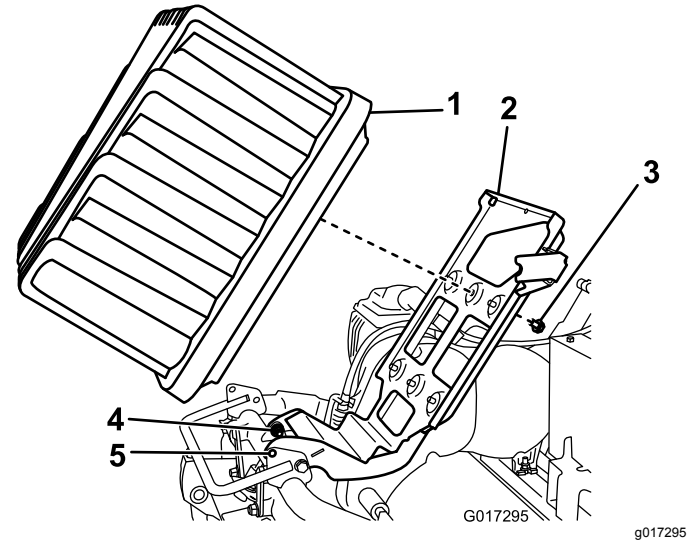

Рисунок 11
5. Ослабьте каждый из двух болтов/гаек оси поворота на пол-оборота (Рисунок 11).
6. Поднимите платформу аккумуляторной батареи, чтобы совместить отверстия фиксации в основании и раме (Рисунок 11).